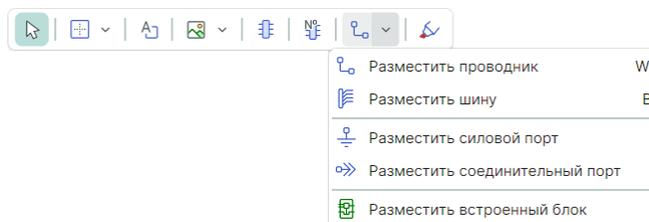

Рис. 83 Встроенная панель редактора схемы
- «Встроенная панель инструментов» – настройки включения/выключения отображения встроенной панели инструментов и выбор расположения данной панели в окне редактора. Внешний вид встроенной панели редактора схемы представлен на Рис. 83.